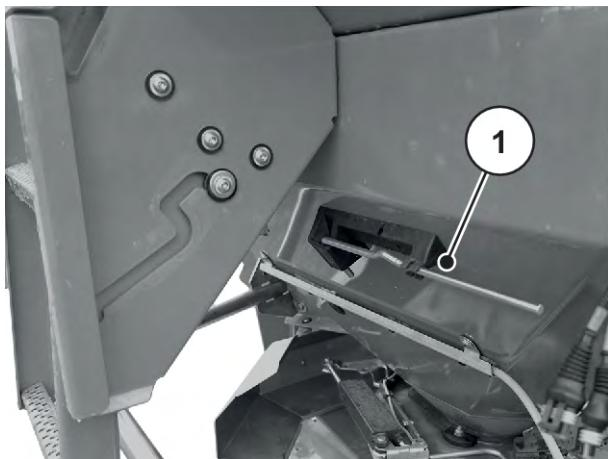

Рис. 32: Розташування регулювального важеля AXIS xx.2
- ▶ Знову вставте важіль регулювання в передбачене для нього кріплення. Див. Рис. 32 Розташування регулювального важеля AXIS xx.2